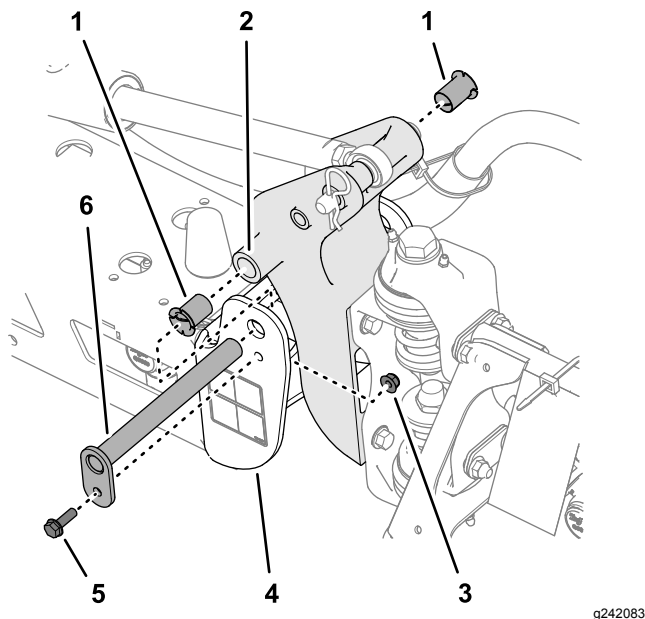

Figure 107
- Retirez le boulon et l'écrou qui fixent l'axe de pivot puis déposez l'axe (Figure 107).
5. Déposez et examinez les bagues en nylon à l'avant et à l'arrière du support de pivot (Figure 107).
6. Lubrifiez les bagues en nylon avec un peu d'huile et posez-les dans le support de pivot (Figure 107).
7. Alignez les trous du support de pivot et les trous du profilé d'extrémité (Figure 107).